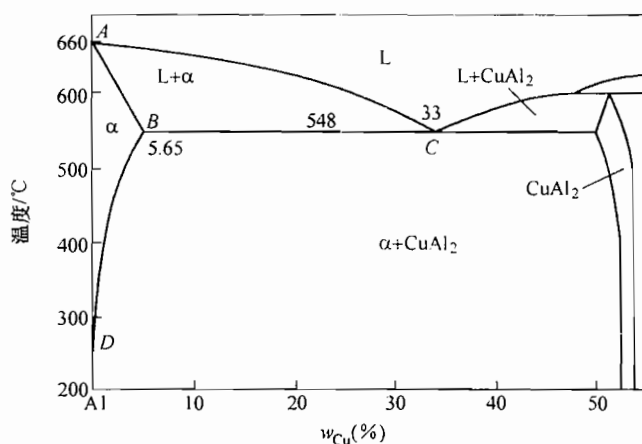

图 20-1 第三题第 4 小题图
2. 拉伸铜单晶体时，若力轴的方向为 $[001]$ ， $\sigma = 10^6 \text{ Pa}$ ，求 (111) 面上柏氏矢量 $\mathbf{b} = a/2 [\bar{1}01]$ 的螺型位错线上所受的力 ($a_{\text{Cu}} = 0.36 \text{ nm}$)。
4. Al-Cu 合金相图如图 20-1 所示，设分配系数 k 和液相线斜率均为常数，测得铸铁的凝固速度 $R = 3 \times 10^{-4} \text{ cm/s}$ ，温度梯度 $G = 30^\circ\text{C/cm}$ ，求扩散系数 $D = 3 \times 10^{-5} \text{ cm}^2/\text{s}$ 时，合金凝固时能保持平面界面的最大含铜量。